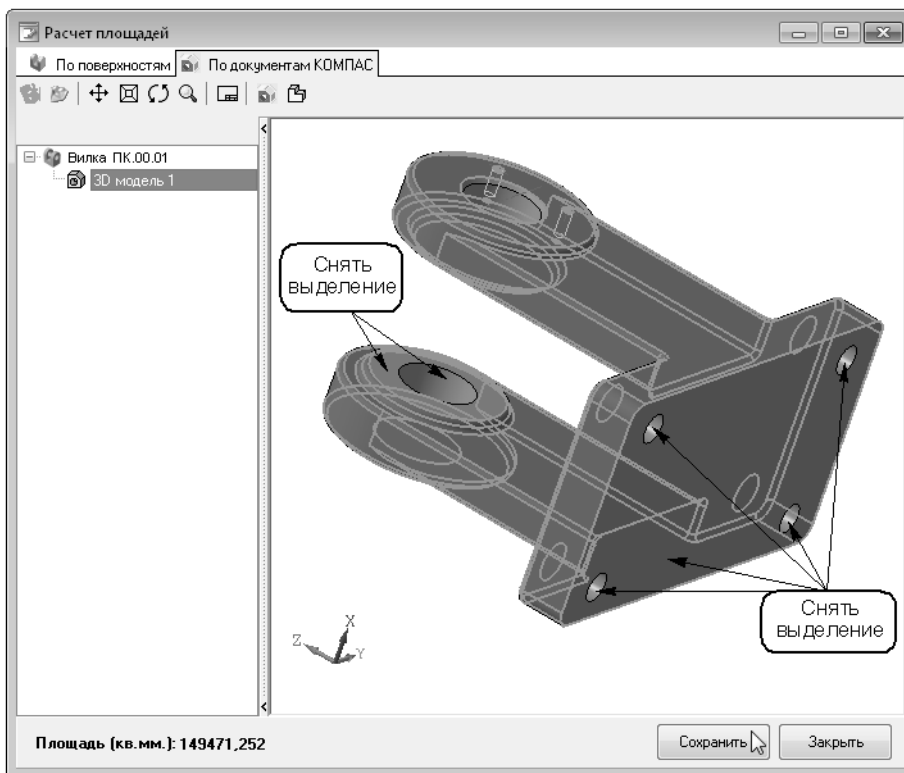

Рис. 12.3.
8. В открывшемся окне **Расчет площадей** перейдите на вкладку **По документам КОМПАС.** В этом окне модель можно приближать/отдалять и вращать. Пользуясь этими возможностями, выделите все поверхности *Вилки*, кроме сопрягаемых (рис. 12.3).